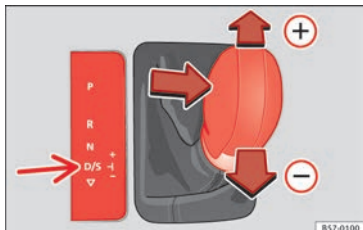

Fig. 167 Console centrale: cambio del rapporto di marcia con tiptronic.
- Tirare la leva selettoria in avanti **(+)** per inserire una marcia superiore **» fig. 167**.